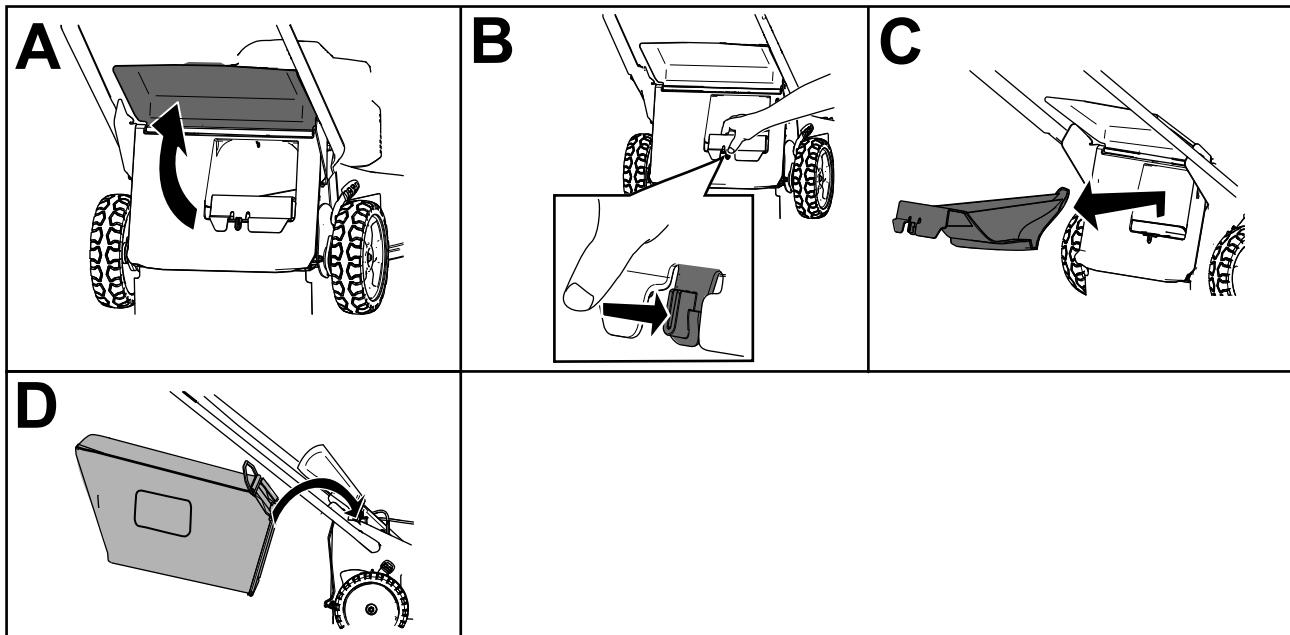

Figure 16
2. Soulevez le déflecteur arrière et gardez-le dans cette position (A de la Figure 16).
3. Retirez l'obturateur d'éjection arrière en appuyant sur le verrou avec le pouce et en tirant l'obturateur hors de la machine (B et C de Figure 16).
4. Placez les extrémités de la tige du bac dans les crans à la base du guidon et basculez le bac d'avant en arrière pour vous vérifier que les extrémités de la tige sont bien engagées au fond des deux crans (D de Figure 16).
3. Sortez la tige du bac à herbe des crans à la base du guidon (A de Figure 16).
4. Installez l'obturateur d'éjection (B de Figure 16).
5. Abaissez le déflecteur arrière (C de Figure 16).